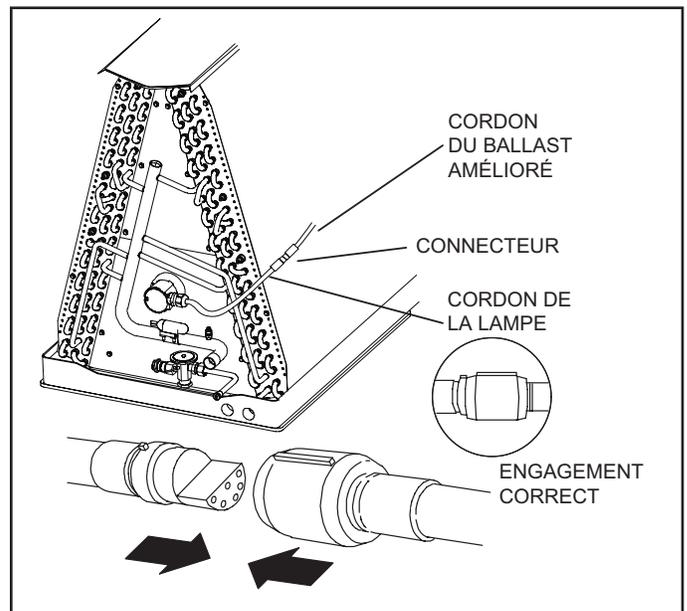

FIGURE 11. Connexion du cordon de la lampe au cordon du ballast amélioré (connecteur)
- 7 - Branchez le raccord rapide du cordon du support de lampe sur le connecteur du ballast amélioré (voir figure 11).